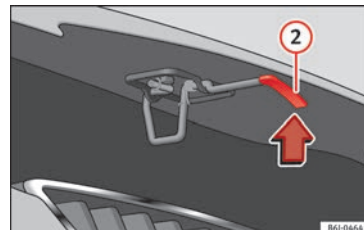

Fig. 6 Came sous le capot.
- Soulever le capot : appuyez sur la bascule sous le capot-moteur de manière à ce qu'elle soit orientée vers le haut » **fig. 6 ②**. Le crochet de fixation est alors déverrouillé.